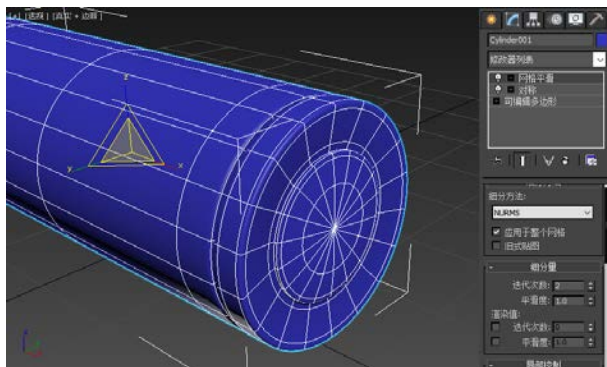

图 3-1-18 添加【网格平滑】修改器
STEP 18 给模型添加【网格平滑】修改器，设置【迭代次数】为【2】，如图 3-1-18 所示。